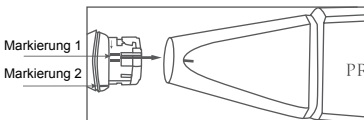
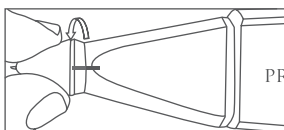

Abb. 1.08
Abb. 1.09
2. Um eine neue Prüfspitze einzusetzen, richten Sie die Markierung 1 wie in **Abb. 1.08** gezeigt aus, schieben Sie die Spitze hinein und drehen Sie im Uhrzeigersinn bis zur am Gerät angebrachten Markierung 2, wie in **Abb. 1.09** gezeigt.